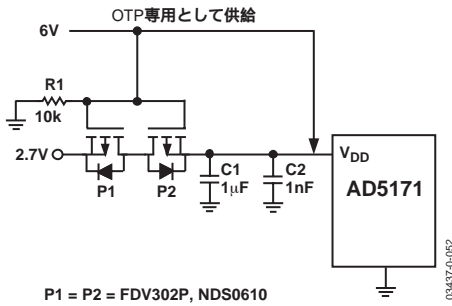

図27. 2.7Vの動作電源から6VのOTP電源を分離する方法。OTP完了後、6V電源を取り除くことが必要
2.7V電源で動作させるシステムには、双方向の低閾値のPチャンネルMOSFETを利用して、電源を分離することを推奨します。図27は、2.7Vのシステム電圧が最初に供給されることを想定しています。P1およびP2のゲートがグラウンドに引き込まれ、P1に引き続きP2がオンになります。その結果、AD5171のV_{DD}が2.7Vに近づきます。AD5171の設定が検出されると、工場のテスターはV_{DD}に6Vを供給し、さらにP1およびP2のゲートにも6Vを印加して、これらをオフにします。したがって、OTPコマンドの実行によってAD5171がプログラミングされ、2.7V電源が保護されます。OTPが完了した時点で、テスターは6Vを取り除き、AD5171の設定が永続的に固定されます。